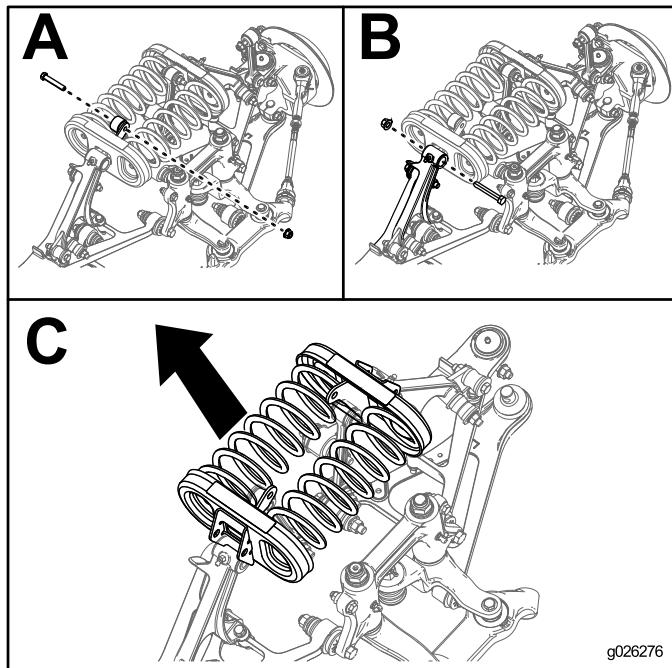

Рисунок 20
5. Удалите болты и гайки с конца каждой стойки стабилизатора, как показано на Рисунок 20; (A).
6. Удалите болты и гайки, крепящие рычаги управления к опорам пружины, как показано на Рисунок 20; (B).
7. Извлеките из машины опоры пружин и пружины, как показано на Рисунок 20; (C).